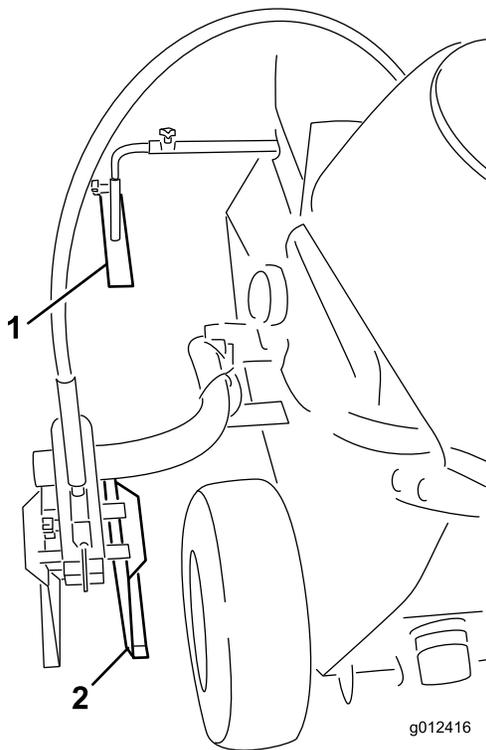

Bild 28
Mit der Führung (Bild 28) kann der Bediener einer Schnurlinie oder einer vorhandenen markierten Linie folgen.
1. Lösen Sie die Schraube, mit der die Linienmarkierung (Bild 28) am Befestigungsrohr befestigt ist.